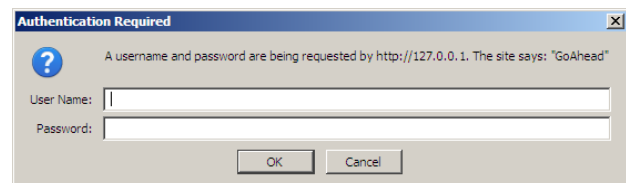

Abbildung 36.7: Anmeldebildschirm
- 4 Klicken Sie auf die Schaltfläche *Continue* (weiter), um auf die webbasierte Benutzeroberfläche zugreifen zu können. Es wird ein Bildschirm angezeigt, der Abbildung 36.7 gleicht.